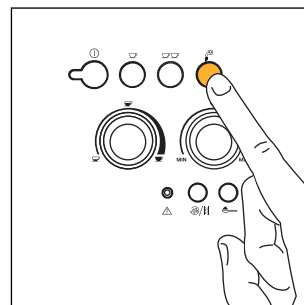

Fig.21
- Tryck på knappen ☞ (fig. 21). Kontrolllampan ☞ tänds för att visa att denna funktion har valts.
- Tryck på knappen ☞ (fig. 21). (Mata inte ut hett vatten under längre tid än 2 minuter).